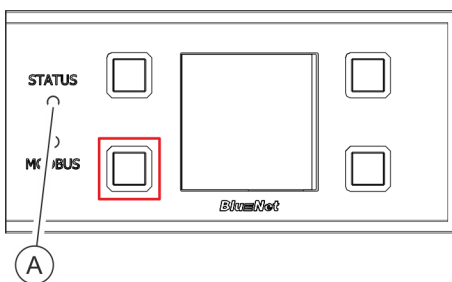

Abb. 82: Display mit Bedientasten
2. Taste neben der Modbus-LED für zwei Sekunden drücken und wieder loslassen (Abb. 82/rote Markierung).
3. Warten, bis die Status-LED weiß leuchtet (Abb. 82/Ⓐ).